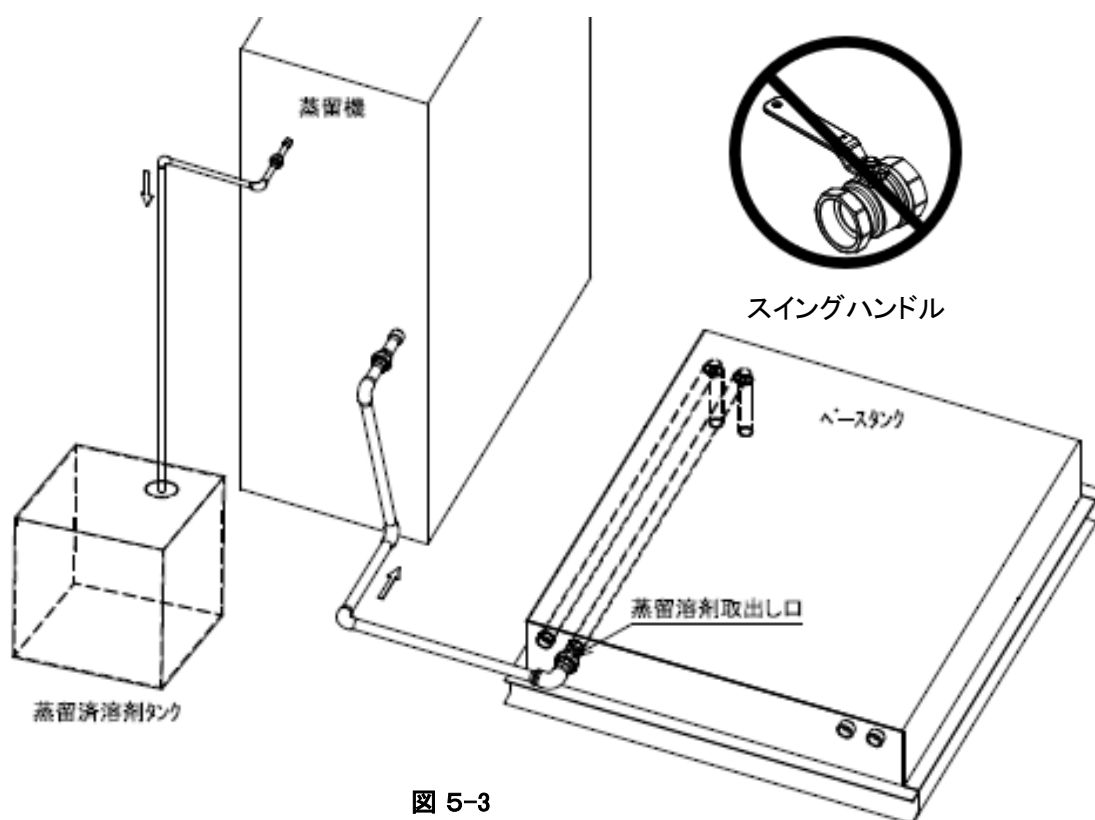

図 5-3
- ・ ベースタンクから蒸留溶剤入口に直接接続する場合（図5-3）